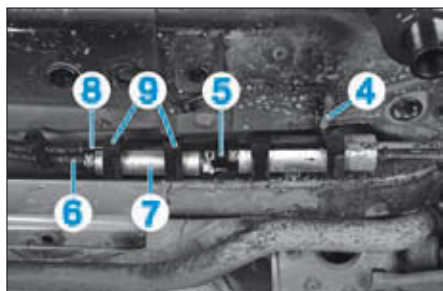

FIG. 33
- le connecteur (4) de la pompe (Fig.33),
- les canalisations d'entrée (5) et de sortie (6) de la pompe (7).
- Dégraffer la canalisation (8) de retour de carburant des silentblocs (9).